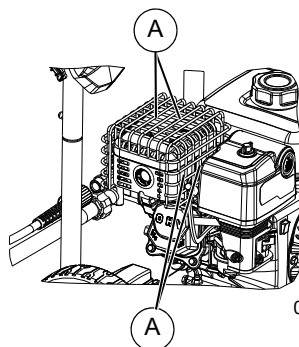
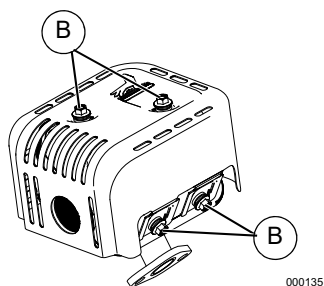

Figure 4-9. Vis du pare-étincelles
Figure 4-10. Vis de la protection thermique
1. Voir **Figure 4-9** et **Figure 4-10**. Desserrer les vis et retirer la cage pare-étincelles (A) et la protection thermique (B) du silencieux.